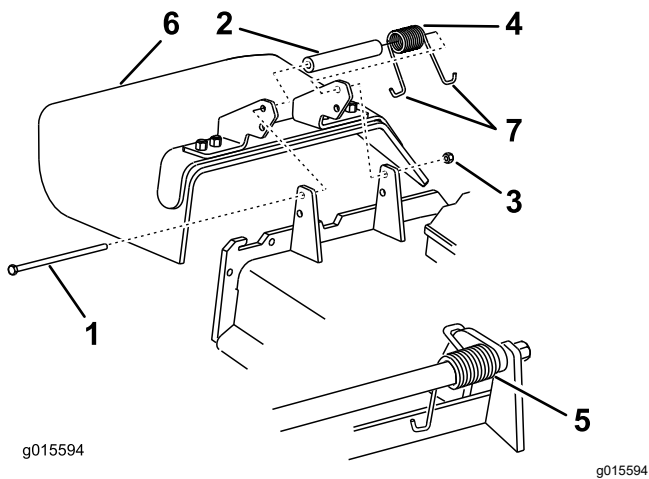

Bild 85
1. Entfernen Sie die Sicherungsmutter, Schraube, Feder und das Distanzstück, mit denen das Ablenkblech an den Schwenkhalterungen befestigt ist (Bild 85).
2. Entfernen Sie defekte oder abgenutzte Ablenkbleche (Bild 85).
Hinweis: Achten Sie darauf, dass ein J-förmiges Federende hinter der Mähwerkante befestigt ist, bevor Sie die Schraube einsetzen, wie in Bild 85 abgebildet.
6. Führen Sie das J-förmige Hakenende der Feder um das Ablenkblech (Bild 85).